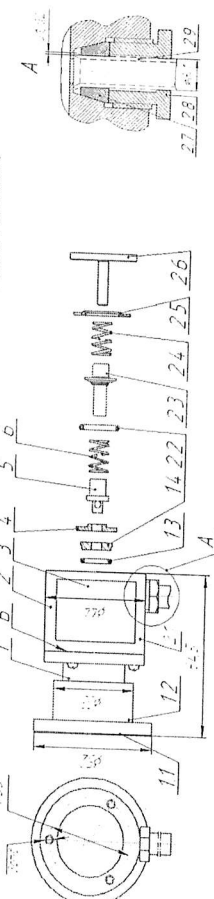

Рисунок 2. Клапан Е
В комплект поставки входит (см. рис.2):
Для удобства монтажа и обслуживания клапан Е (рис.2) разделяется на два функциональных узла: ловитель (1), цоколь (2), и детали рабочего клапана: шайба уплотнительная (4), шток (5), пружина (6). Ловитель и детали рабочего клапана доступны для обслуживания и замены при отделении ловителя от цоколя.
Для удобства монтажа и обслуживания клапан Е (рис.2) разделяется на два функциональных узла: ловитель (1), цоколь (2), и детали рабочего клапана: шайба уплотнительная (4), шток (5), пружина (6). Детали рабочего клапана доступны для обслуживания и замены при отделении ловителя от цоколя.
5.2 На вводную трубку одеть резьбовую и конусную полимерную втулку и вмонтировать в резьбовое отверстие цоколя клапана в соответствии с рис. 2 – вид А. Вводную трубку встроить в соответствующую клапану магистраль подачи медицинских газов или создания вакуума. В резьбовое отверстие цоколя могут монтироваться непосредственно трубка магистральной подачи медицинских газов или создания вакуума, если она имеет размеры, соответствующие вводной трубке. При этом её необходимо предварительно снабдить конусной и резьбовой втулками, как указано для вводной трубки, а её торец перед монтажом в цоколь развальцевать в соответствии с рисунком 2 – вид А.
- отсоединить ловитель от цоколя, вывернув три винта М4, извлечь детали рабочего клапана, а также уплотнитель штекера и фланец (4, 5, 6, 1.3 и 1.4 – рис.2). После выполнения этой операции клапан обслуживания, расположенный в корпусе цоколя, герметизирует магистраль подачи медицинского газа и давление в ней может быть доведено до рабочего значения выбранного пользователем для этой магистрали;